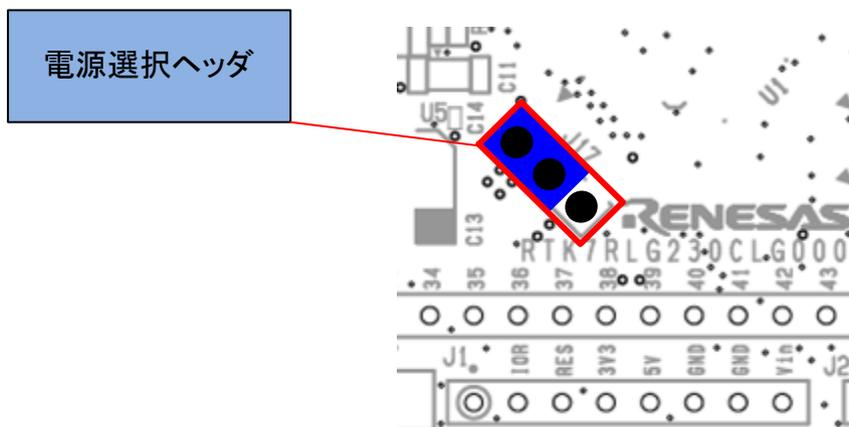

図 5-4: 5V 使用時のヘッダ設定(部品面)
- ・ J17 1-2 ショート：5V 電源を選択。出荷時初期設定。(図 5-4)